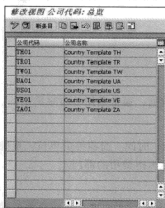

图 5-25 “修改视图公司代码：总览”界面
STEP 1 在命令栏输入 SPRO 命令, 通过菜单选择“企业结构→定义→财务会计→编辑、复制、删除、检查公司代码”选项, 进入“修改视图公司代码: 总览”界面, 如图 5-25 所示。
如图 5-25 所示。在此界面单击“新条目”按钮,即可新增记账期间变式。